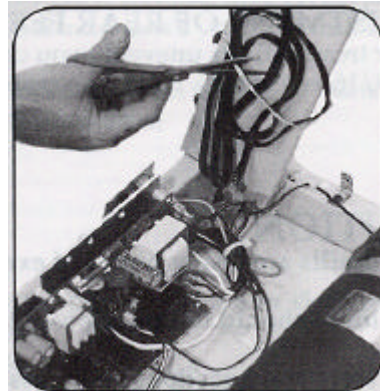
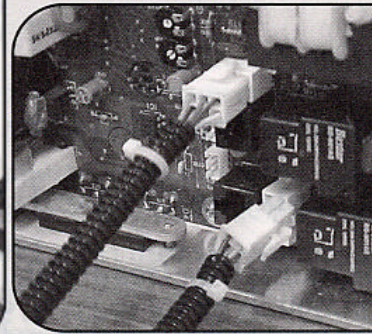

図5
図6
STEP 5 (図5参照)(図6参照)
本体上部右柱についている配線を固定してあるバンドを切断します。(図5参照)配線を切らないように注意して切断してください。外した2本の配線をモーター前側に取り付けてあるコンピューター基盤に差し込みます。